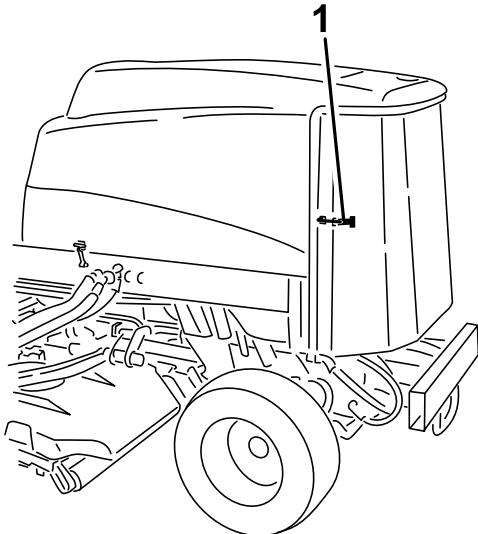

Bild 64
1. Entriegeln und schwenken Sie das hintere Gitter in die geöffnete Stellung (Bild 64).